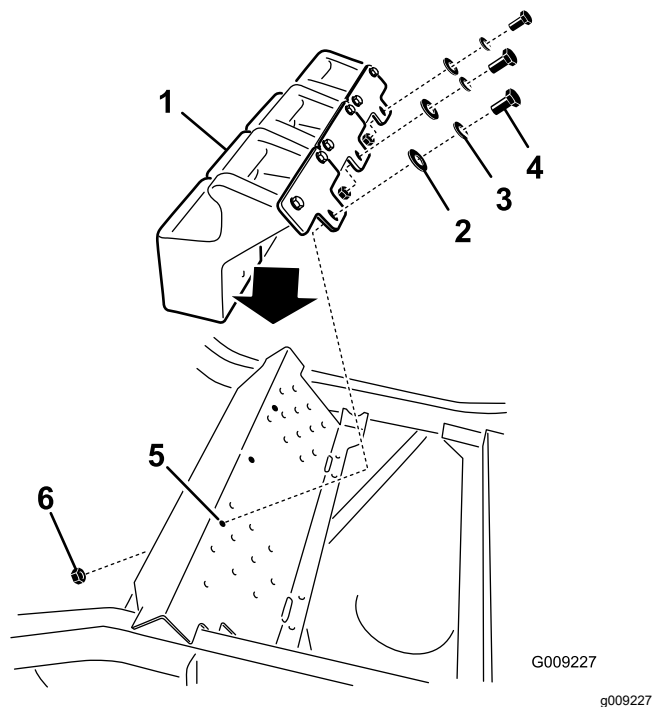

Bild 33
5. Montieren Sie den Frontballast auf der Fußplattform (**Bild 33**).
6. Befestigen Sie den Frontballast mit sechs Schrauben ($\frac{3}{8}$ " x 1"), sechs Sicherungsscheiben ($\frac{3}{8}$ "), drei Bundmuttern ($\frac{3}{8}$ ") (kleiner Bund) und sechs Flachscheiben ($\frac{3}{8}$ ") auf der Fußplattform und an der Befestigungshalterung für den Ballast oberhalb des Fußplattform (Bild 33).